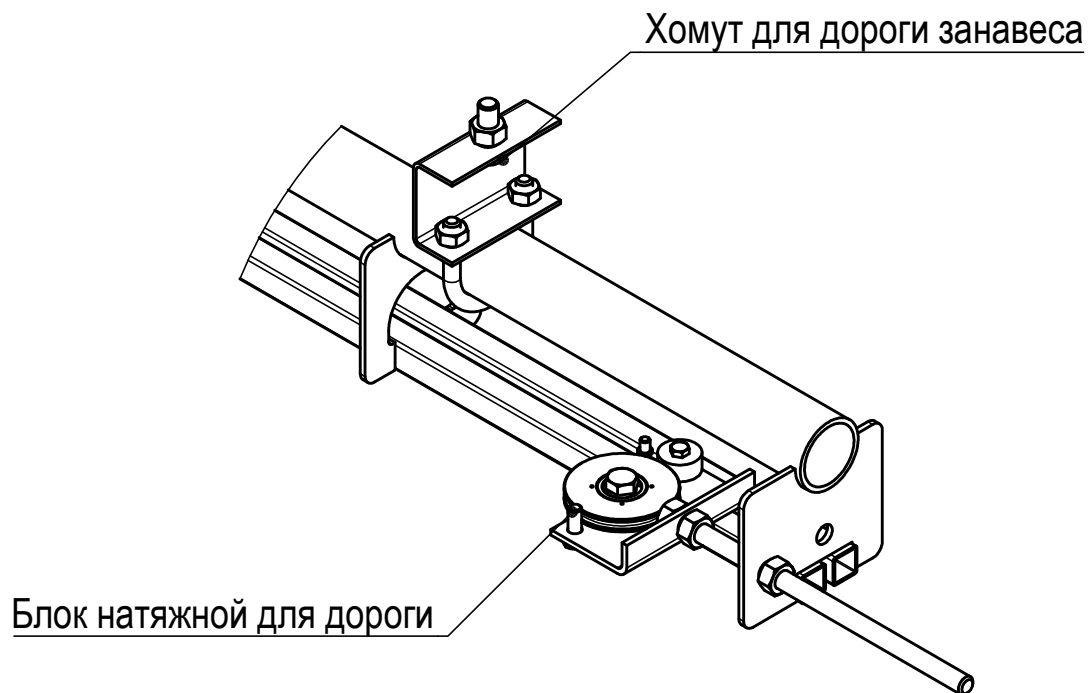

Рисунок 13 - Схема расположения натяжного блока.
- зафиксировать с помощью болтов блок натяжной для дороги (смотри рисунок 13, 14),